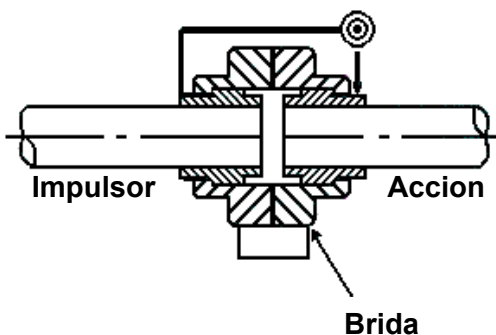

Figura 2. Control de alineación vertical
3. Monte el indicador de cuadrante como se indica en la Figura 2.